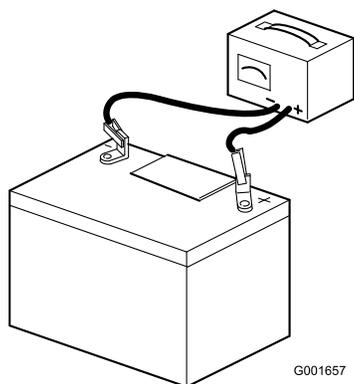

Рисунок 33
2. Подсоедините к полюсным штырям аккумуляторной батареи зарядное устройство с током от 3 до 4 А (Рисунок 33). Заряжайте